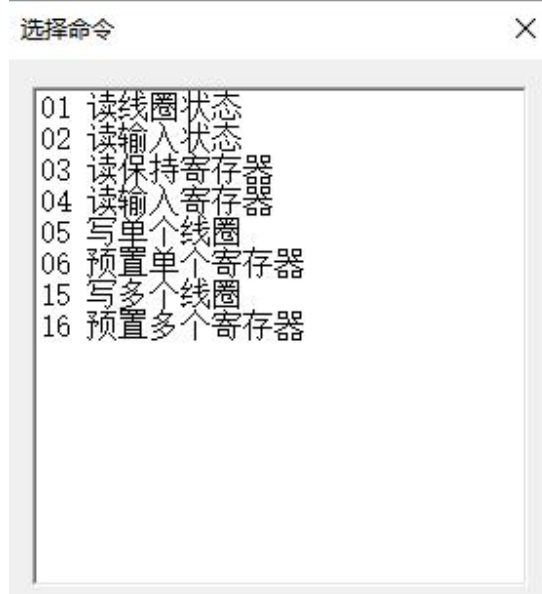

图11 在Modbus节点下增加命令-选择命令对话框
3) 增加命令操作: 在节点上点击鼠标右键, 执行增加命令操作, 为该节点添加命令。弹出如下选择命令对话框, 供用户选择, 如图11、12所示。